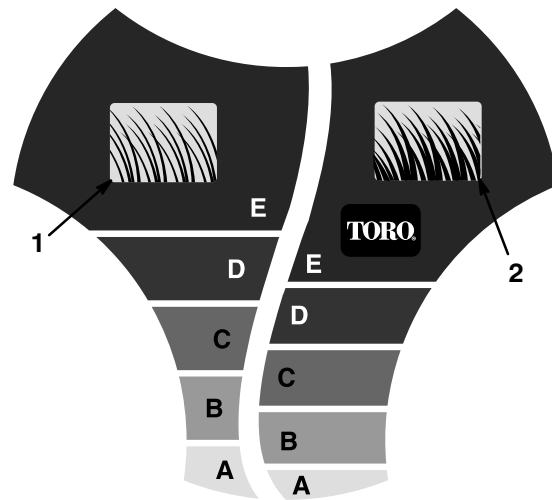

Abbildung 12
Die *SmartWheel*-Vorrichtung hat zwei Schneidskalen — *SPARSE/NORMAL* (spärlich/normal) und *LUSH* (üppig) — zur Sicherstellung der optimalen Schnitthöhe-einstellung bei allen Mähbedingungen (Abb. 12). Die *SPARSE/NORMAL*-Skala wird während der warmen Sommersaison für die Mehrzahl der Mäharbeiten verwendet. Die *LUSH*-Skala ist für dickes, feuchtes, saftiges Gras gedacht, das meistens im Frühling wächst.
1. Bevor der Motor gestartet wird, den Rasenmäher auf das Gras schieben. Den Rasenmäher nicht weiter schieben, wenn die Buchstaben an der *SmartWheel*[™]-Konstruktion am linken Hinterrad aufrecht stehen (Abb. 12).
2. Die Spitzen der Grashalme mit den Buchstaben an der *SmartWheel*-Konstruktion (Abb. 12) vergleichen. Der Buchstabe an der *SmartWheel*-Vorrichtung, der den Spitzen der Grashalme entspricht, ist die richtige Schnitthöhe.